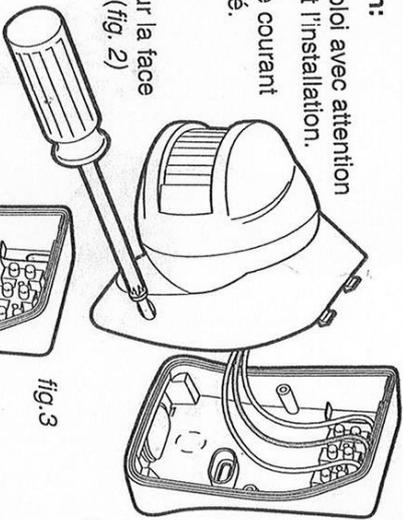

fig. 2
- 3 Dévisser les 2 vis sur la face avant du détecteur. (fig. 2)